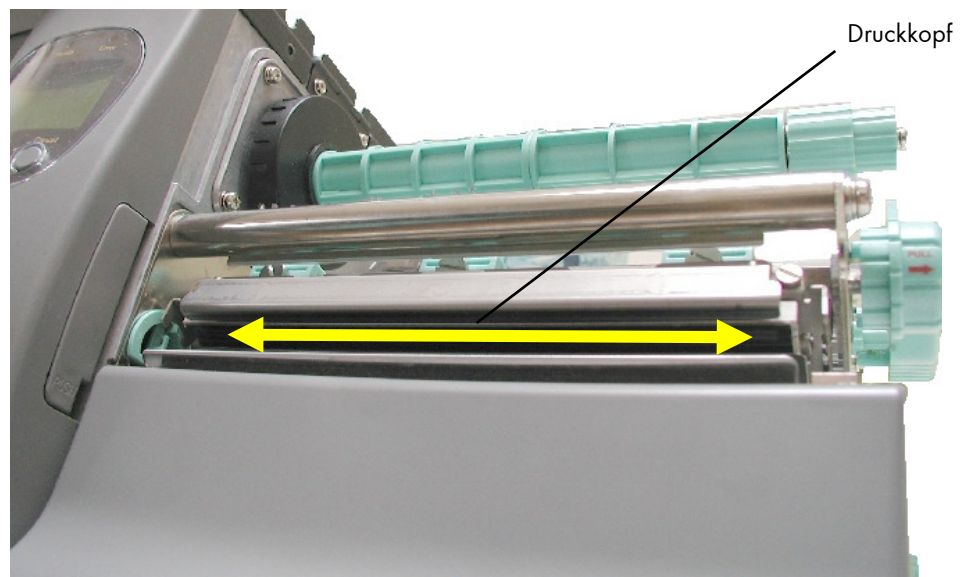

Abb. 9.1.2.a Druckkopfes reinigen
- Fahren Sie unter leichtem Andruck mit dem Tuch oder Reinigungsstift einige Male über die Thermoleiste des Druckkopfes (Abb. 9.1.2.a).